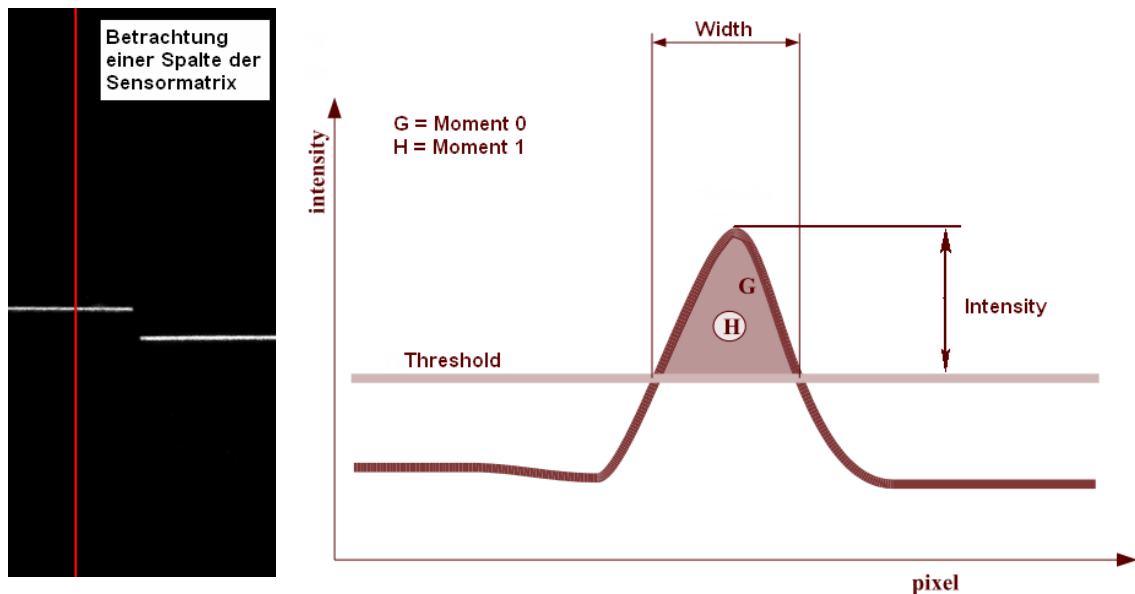

Abb. 1: Messdatenermittlung
- Moment 0: Gibt die für die aktuelle Reflexion detektierte integrale Intensität („Fläche der Reflexion“) wieder. Das Moment ergibt sich somit aus dem Integral der über dem Schwellwert liegenden Intensität über die Reflexionsbreite; siehe Abb. 1 (G). Der Wert wird mit 32 Bit als unsigned Integer übertragen.